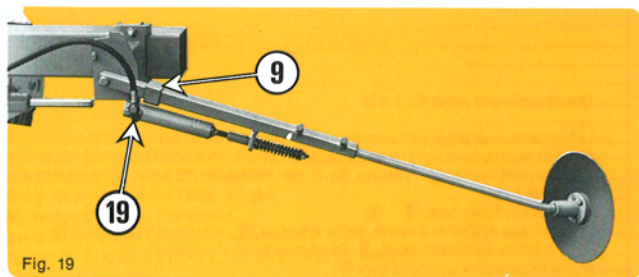

Fig. 19
- modèle hydraulique pour châssis 3 m (fig. 19) (livré en option)
- hydraulic model for 3 m frame (fig. 19) - optional